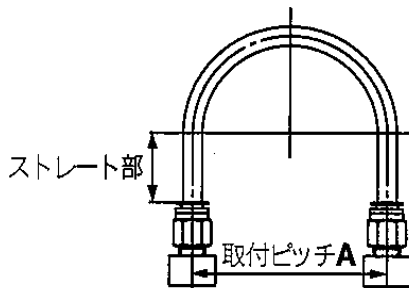

図1 推奨配管図
- (1) ワンタッチ管継手に配管する際は図1の推奨配管条件にて、チューブ長さに余裕を持った配管をお願い致します。